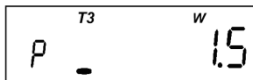

Рисунок 4.9
- прогнозируемая отпущенная активная мощность (отображается мнемоникой "W" и маркером "⏩"). Только для двунаправленных счетчиков (рисунок 4.9):